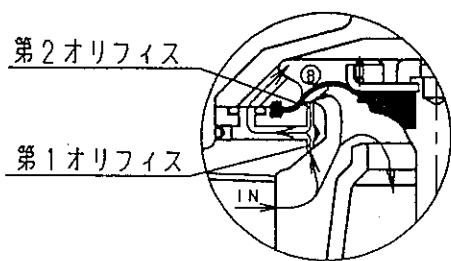

図21
コイル④への通電を止めると、プランジャ組立②がバネの力によりコアー組立③より離れ、パイロット弁座を開じ、弁閉動作を開始します。閉動作開始直後(図21参照)IN側より流入する水は矢印のように流れています。